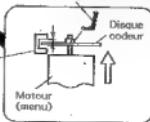
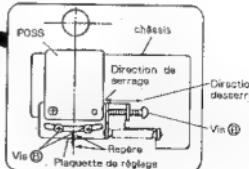
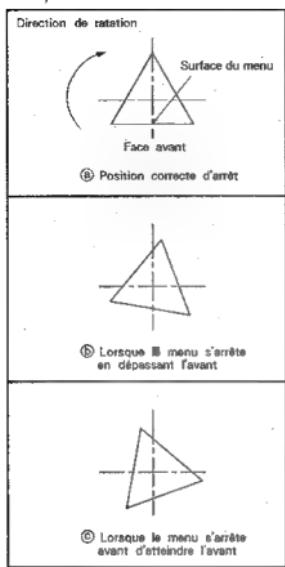

Fig. 7-2
Fig. 7-3
Fig. 7-4
- Desserrer la vis ④ maintenant le disque codeur en utilisant la clé hexagonale.
- Desserrer la vis ④ maintenant la plaque de réglage.
- (1) Régler le jeu entre le disque codeur et le photointerrupteur du moteur (menu) à 1.6 mm. (Fig. 7-2)
- (2) Fixer la vis du disque codeur en la serrant à l'aide d'une clé hexagonale.
- (3) Tourner la vis ④ de manière à ce que le repère ciselé sur la plaque de réglage soit aligné avec le châssis. Puis, serrer temporairement la vis ④.
- (4) Pousser la touche ROTATE MENU sur le panneau avant de l'appareil principal de manière à faire tourner le menu. Effectuer, ensuite, les réglages suivants en fonction des conditions. (Fig. 7-3)
- Desserrer la vis ④, puis serrer la vis ④ en la tournant dans le sens des aiguilles d'une montre.
- Desserrer la vis ④, puis tourner la vis ④ dans le sens contraire des aiguilles d'une montre pour la desserrer.
- (5) Tourner le menu de nouveau, et serrer fermement la vis ④ lorsque l'il s'arrête en dirigeant ses surfaces vers l'avant. (Fig. 7-4 ④)
- (6) Finalement, tourner le menu et vérifier qu'il s'arrête en dirigeant toutes ses trois surfaces vers l'avant à chaque rotation de 120°.